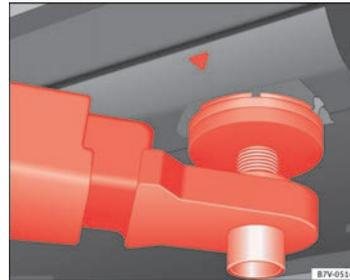
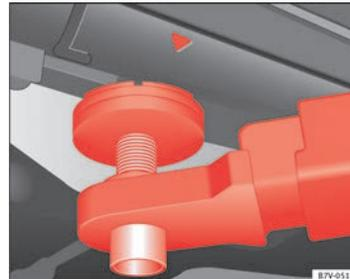

Fig. 122 Puntos de apoyo delanteros para elevar el vehículo con la plataforma elevadora o con el gato.
Fig. 123 Puntos de apoyo traseros para elevar el vehículo con la plataforma elevadora o con el gato.
Para levantar el vehículo deberá servirse únicamente de los puntos indicados en las figuras ⇒ fig. 122 y ⇒ fig. 123. Si no se eleva el vehículo por los puntos indicados, éste podría sufrir desperfectos ⇒ ⚠ y causar lesiones graves ⇒ ⚠.
- Elevar el vehículo sirviéndose únicamente de los puntos indicados en las figuras ⇒ fig. 122 y ⇒ fig. 123. Si no se eleva el vehículo por los puntos indicados, podría caerse de la plataforma elevadora al desmontar, por ejemplo, el motor o la caja de cambios.